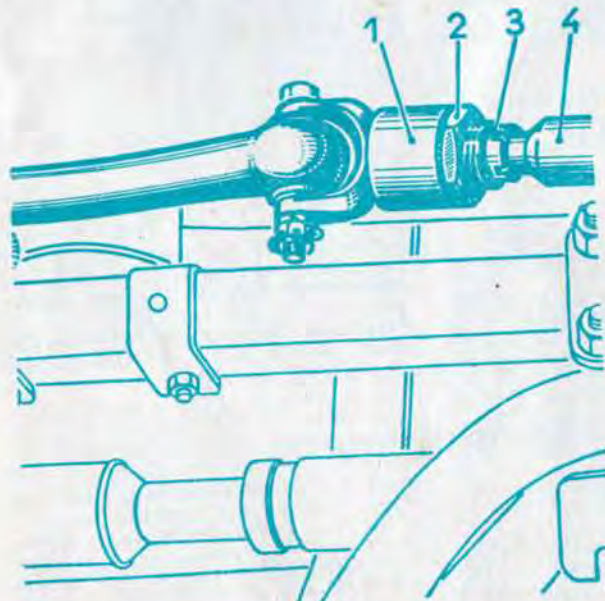

Fig. 12.
Procéder dans l'ordre inverse et refaire le réglage du parallélisme comme indiqué plus loin (fig. 12).
Ouverture des roues de 3 à 5 mm (fig. 12).
Le réglage s'effectue en débloquent l'écrou (2) de la cape de crémaillère droite (1) et en vissant ou dévissant la bague de réglage (3) montée sur la crémaillère (4) (fig. 12).